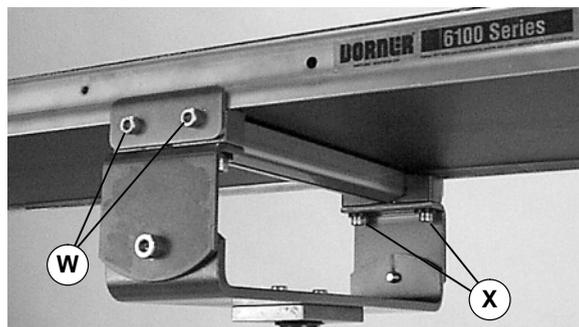

Abbildung 16
3. Die Klemmplatten zu beiden Seiten des Förderers befestigen (Abbildung 16). Die Schrauben (W) mit 9 Nm festziehen.